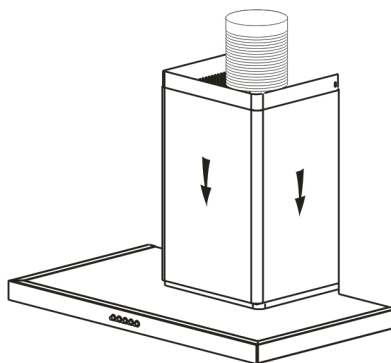

Abb. 7
- Setzen Sie die beiden Teile der Rohrabdeckung auf die Dunstabzugshaube (Abb. 7).
- Setzen Sie die beiden Teile der Rohrabdeckung auf die Dunstabzugshaube. (Abb. 7)